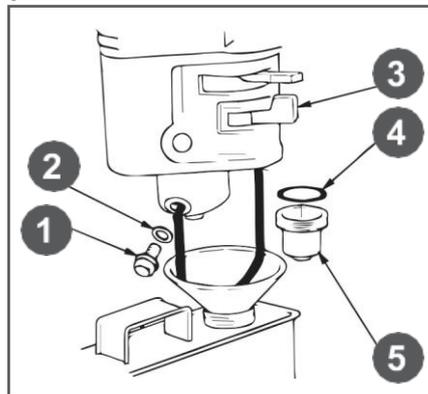

Рис.17. Обслуживание фильтра-отстойника 1. Болт; 2. Шайба; 3. Рычаг топливного крана; 4. Кольцо уплотнительное; 5. стакан отстойника
3. Открутите болт 1 сливного отверстия и слейте топливо из поплавковой камеры карбюратора (Рис. 17).
4. Открутите стакан отстойника 5, вылейте из него топливо в заранее подготовленную емкость (Рис. 17).